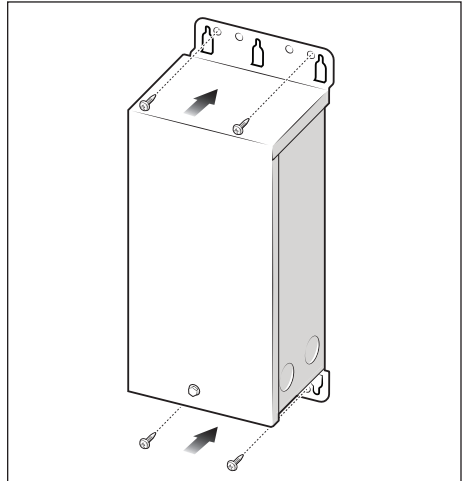

Figure 2. Montage du contrôleur de lumières
5. Fixer les vis (ou tout autre matériel approprié pour la surface de montage) soit dans les fentes à serrure ou dans les trous de montage du boîtier du contrôleur de lumières AquaLink TCX, voir *Figure 2*.